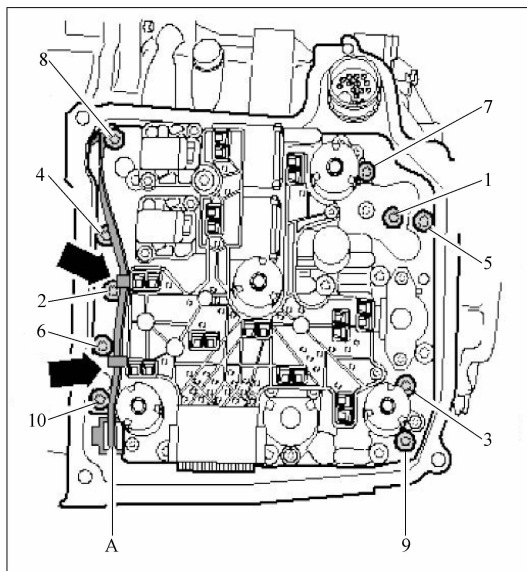

图 2-23 安装变速器控制单元 J743 (一)
2) 用手拧入新螺栓 1 至 10,以规定的顺序用 $5\text{ N} \cdot \text{m} + 90^\circ$ ($1/4$ 圈) 拧紧螺栓(图 2-23)。
3) 将导线 A 挂在上面的固定凸耳,然后挂在下面的固定凸耳箭头中(图 2-23)。
10) 装上新的机油泵盖并将螺栓（图 2-23 中箭头）以对角方式用 $8\text{N} \cdot \text{m}$ 的力矩分多次拧紧。